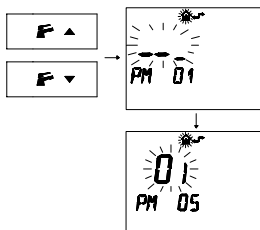

Fig. 2.18
- 3 Нажать кнопки и для отображения программирования “PM 05” Вид газового топлива первый уровень( Fig. 2.18).